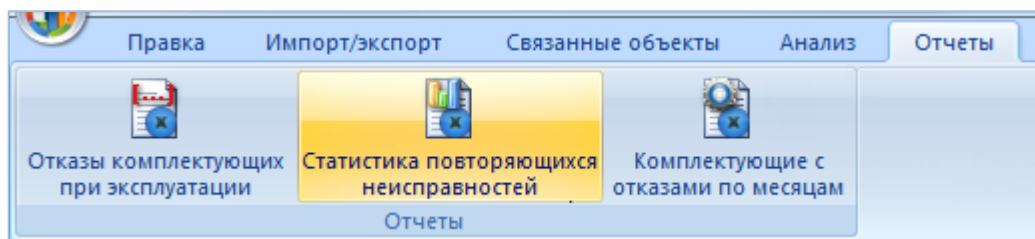

Рис. 26-83 – Вкладка «Отчеты»
2) Открыть вкладку «Отчеты» в рабочем окне «Неисправности» и выбрать наименование отчета и нажать «Статистика повторяющихся неисправностей» (рис. 26-83).